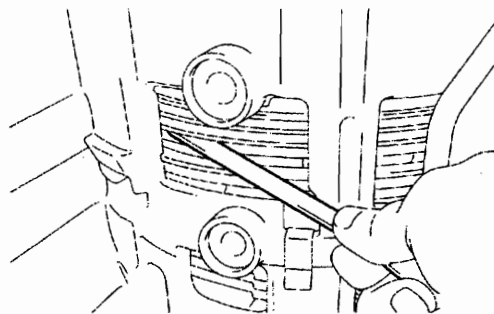

图 12-1-81
②如图 12-1-81 所示, 用塞尺测量卡环和法兰间的间隙, 为 0.42~0.72mm。如果间隙超出规定值, 则可能是零件装配不正确, 应检查后再进行装配。若间隙仍不在规定范围内, 则应选择另一个法兰。法兰有 4 种不同厚度, 见表 12-1-3。